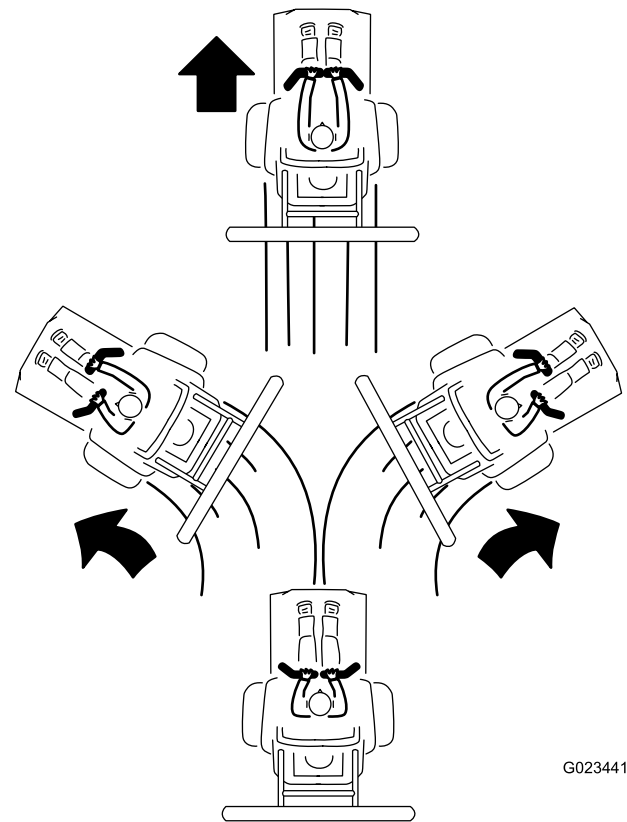

Figura 19
3. Para ir hacia adelante, empuje lentamente las palancas de control hacia adelante (Figura 19).